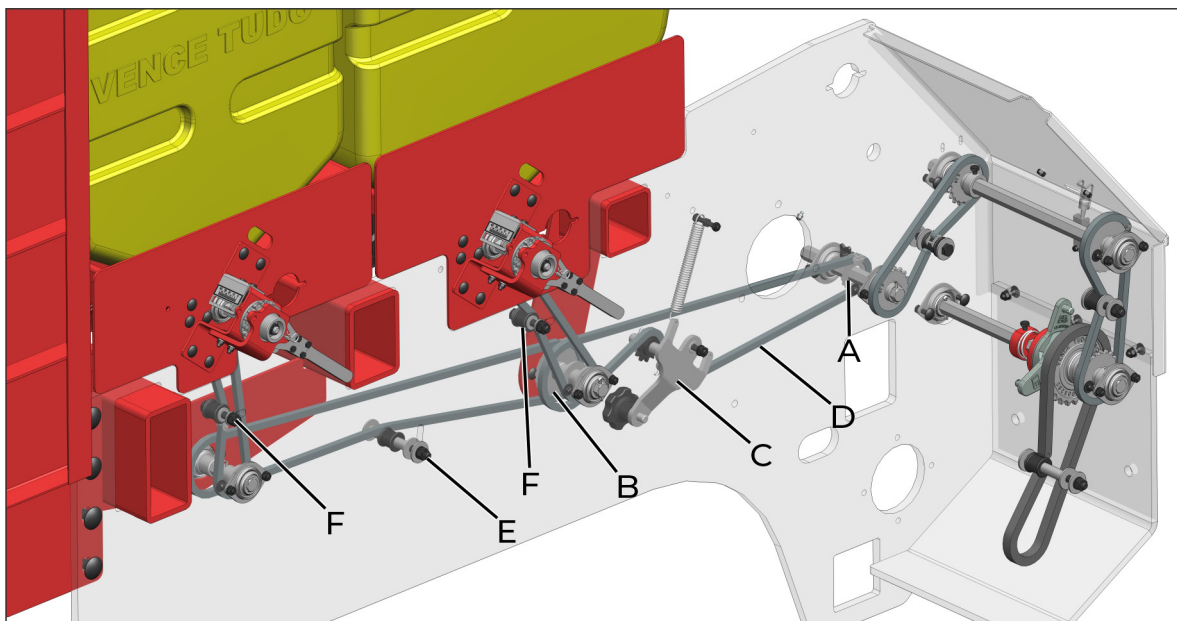

fig. 11
La velocidad de la transmisión se puede ajustar a través del piñón Z14/Z24 (A) x Z28 (B) (fig.11). Para cambiar la marcha, proceda de la siguiente manera:
- Suelte la cadena de transmisión (D) aflojando el tensor (C) (Fig. 11);
- Mueva el piñón Z14/Z24 a la relación deseada, alineando la cadena con el engranaje Z28 (B) (fig. 11) de manera que no haya un desgaste prematuro e irregular de los piñones y las cadenas; - Mantenga las cadenas tensas a través de los tensores (C, E y F) (fig. 11).